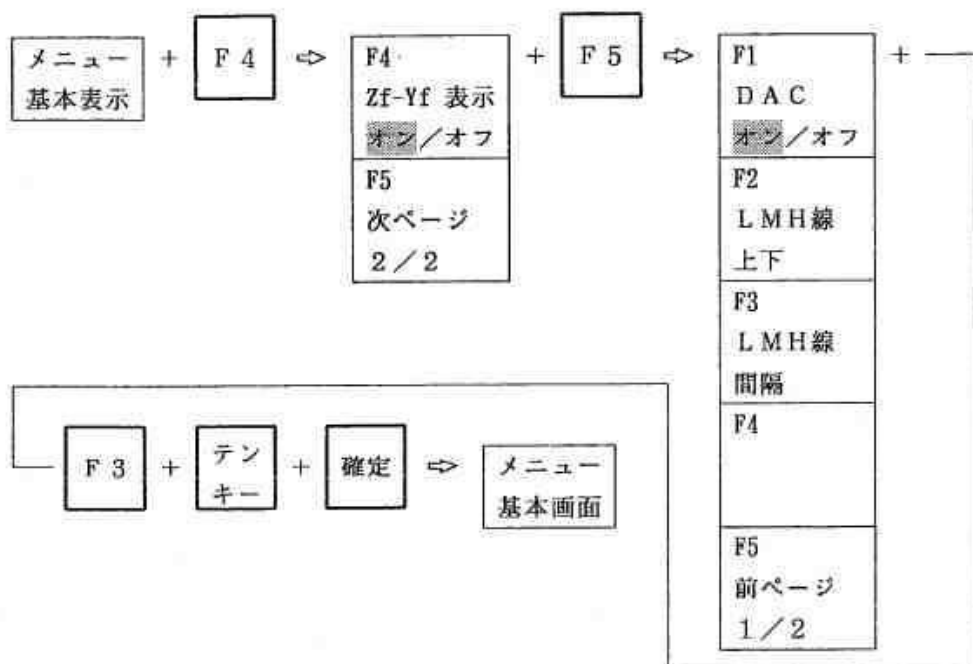

図 9.3.18 LMH線間隔設定の手順
- ① 選択キー [F 4] を1回押すと図 9.3.18 の選択メニューが表示されます。更に選択キー [F 5] を1回押すと図 9.3.18 中の選択メニューが表示されます。
- ② この [LMH線間隔設定] の機能を作動させるためには、選択キー [F 3] を1回押します。
- ③ テンキー入力モードで、0 ~ 20 dB の間の所定の間隔を入力することができます。入力している値は探傷条件表示エリアの最後の行の [LMH線間隔] の項に表示されません。